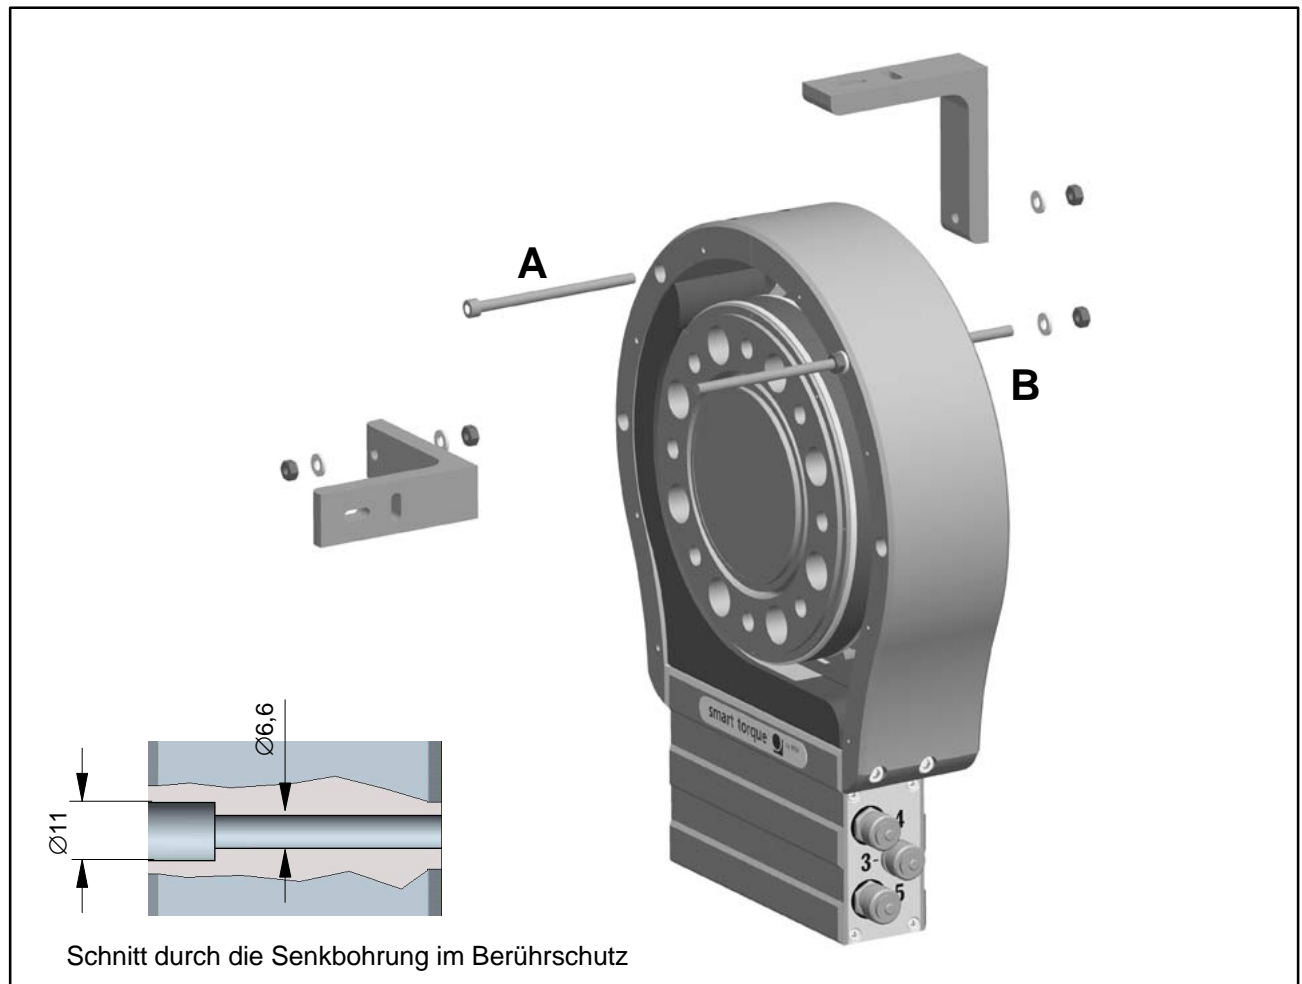

Abb.6.12: Statorabstützung mit einem Haltewinkel (5 kN·m und 10 kN·m)
Bei den Drehmomentaufnehmern T12/5 kN·m und T12/10 kN·m empfehlen wir eine zusätzliche Abstützung des Stators am Berührungsschutz. Abb.6.12 zeigt beispielhaft die Befestigung eines Haltewinkels mit einer Schraube (A) oder mit einer Gewindestange (B). Beachten Sie, dass in diesem Fall die Abdeckbleche nicht montiert werden können.